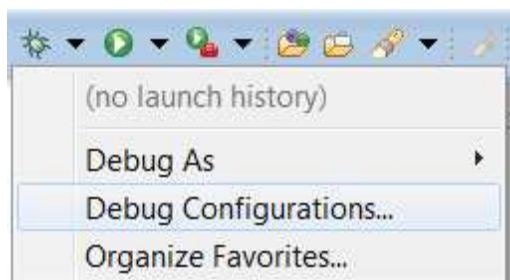

図 2.17 デバッグオプション
1. 図 2.17 のとおり、デバッグのアイコンからドロップダウンメニューをクリックします。